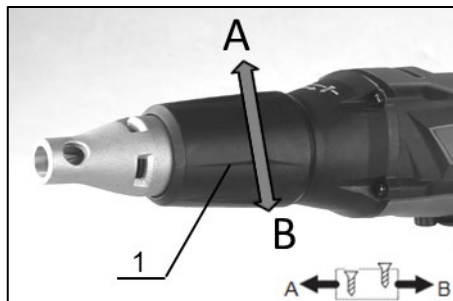

Рисунок 2
**4.1 Регулювання глибини.** Глибину можна регулювати, повертаючи муфту (1). Поверніть її в напрямку "В" для зменшення глибини і в напрямку "А" для збільшення глибини. Один повний оберт муфти дорівнює зміні глибини на 2 мм (1/16"). Рис.2